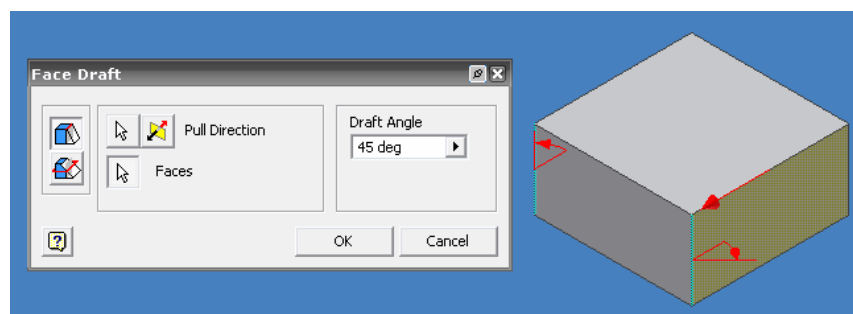

Figura 3.59 Vista previa de la operación FACE DRAFT.
- Notara que un cuadro de dialogo se genera en la pantalla grafica, cambie el ángulo de la operación por 45° y seleccione un eje de su sólido en el cual se efectuará la ampliación, figura 3.59.